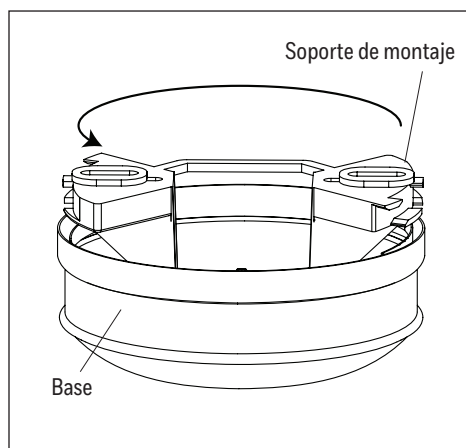

Figure 2.1
1. Sostenga con firmeza la cubierta mientras gira el soporte de montaje en dirección contraria a las manecillas del reloj para retirarla (Figure 2.1).